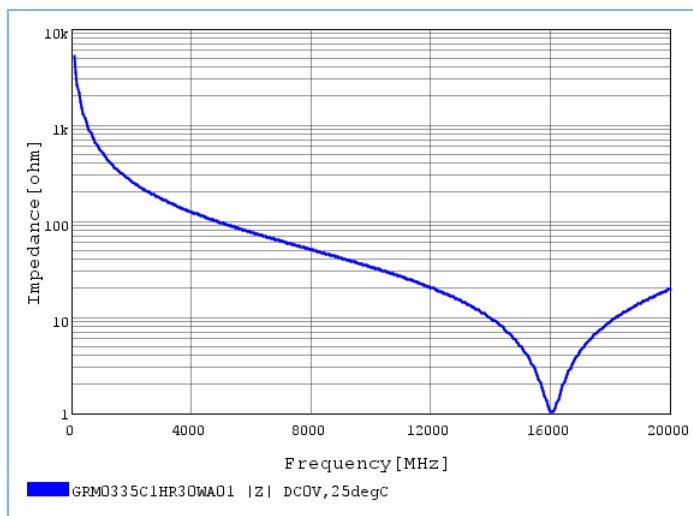

图 3-22 GRM0335C1HR30WA01电容阻抗特性曲线
- GR5331/GR5330系列的RF匹配电路中使用的0.3 pF电容能够有效抑制7次谐波。该电容布局时，应尽量靠近RF_TX引脚放置，其推荐型号为GRM0335C1HR30WA01。如图 3-22所示，GRM0335C1HR30WA01电容在7次谐波附近具有最低的阻抗特性。